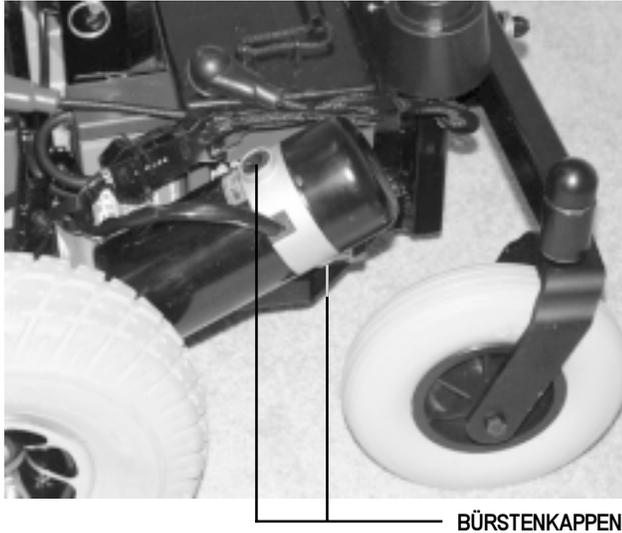

Abb. 15. Bürstenkappen
2. Schrauben Sie die Bürstenkappen ab (siehe Abb. 15).